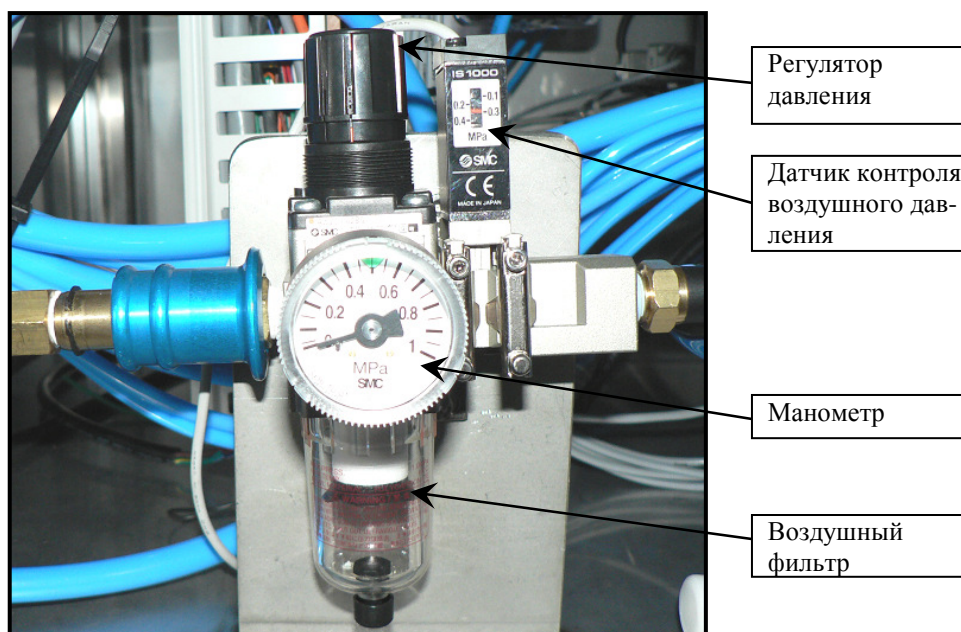

Рисунок 1.6 – Регулятор давления воздуха компрессора
- Рабочее давление, настраиваемое регулятором (см. рисунок 1.6): 0,5МПа ($\pm 0,1$ МПа).
Примечание. При подключении менее мощного компрессора, он не будет успевать создавать достаточное давление в системе. В этом случае запайщик работать будет, но только при малом установленном количестве циклов в минуту. Если установить большую производительность, при падении давления сработает датчик воздушного давления, расположенный в основном корпусе (см. рисунок 1.6) и работа запайщика будет остановлена.